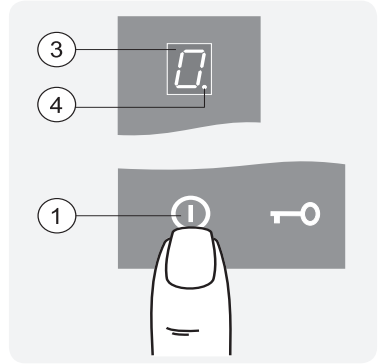

Рис.16
Коснуться зоны со знаком «①». Во всех окнах индикации конфорок загорится «0» и начнут мигать точки индикации ④ (рис.16).